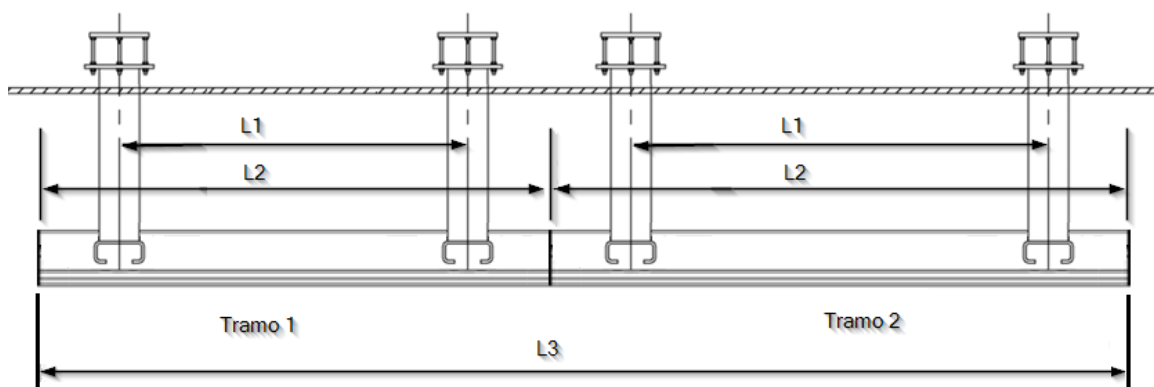

Abb. 5 Teile. Verbindung von zwei Abschnitten eines hängenden Kopfendes
Bewegliches Element, das sich über eine bestimmte Länge innerhalb eines TOR-Abschnitts mit zwei Strukturrohren mit einem Durchmesser von 38 mm bewegt, auf denen weitere Zubehörelemente befestigt werden können. Der Abstand zwischen den Rohren (L) kann 300 mm, 500 mm und 700 mm betragen. In Abbildung 5 sind die Varianten mit 300 mm und 700 mm dargestellt.